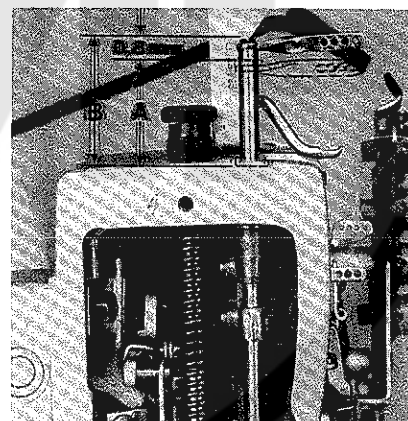
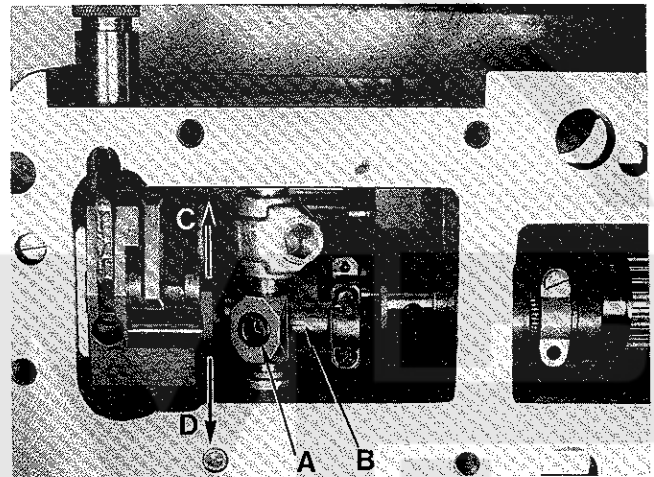

Fig.67
Fig.68
3. Measure dimension "A", Fig. 67 with a slide rule and note it.
6. Measure dimension "B", Fig. 67.
The machine is synchronized correctly if dimension "B" is 0,8 - 1 mm (.032-.040 in.) larger than dimension "A" (see Fig. 67).
2. Loosen screw (A, Fig. 68).
3. If the difference between dimension "A" and dimension "B" (Fig. 67) is less than 0,8 - 1 mm (.032-.040 in.), lever (B, Fig. 68) must be moved in the direction of the arrow towards "D". If the difference is more than 0,8 - 1 mm (.032-.040 in.), lever (B) must be moved in the direction of the arrow towards "C".
3. Messen Sie mit einer Schiebellehre das Maß "A", Fig. 67 und merken Sie es sich.
6. Messen Sie das Maß "B", Fig. 67.
Ist das Maß "B" um 0,8 - 1 mm größer als das Maß "A", ist die Maschine richtig synchronisiert (siehe Fig. 67).
2. Lösen Sie die Schraube (A, Fig. 68).
3. Ist der Unterschied zwischen Maß "A" und Maß "B" (Fig. 67) kleiner als 0,8 - 1 mm muß der Hebel (B, Fig. 68) in Pfeilrichtung nach "D" verschoben werden. Ist der Unterschied größer als 0,8 - 1 mm muß der Hebel (B) in Pfeilrichtung nach "C" verschoben werden.